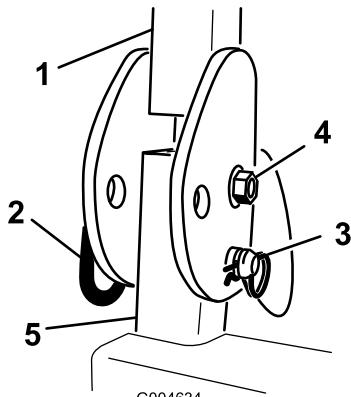

Figura 4
1. Rimovete le coppiglie e le 2 spine dal roll bar (Figura 4).
2. Alzate completamente il roll bar e montate le 2 spine, quindi fissatele con le spine delle coppiglie (Figura 4).